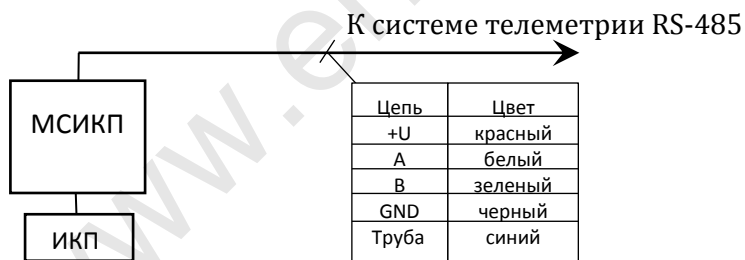

Рисунок 2
7.2.1 Схема подключения цепей к входам и выходам МСИКП приведена на рис.2.